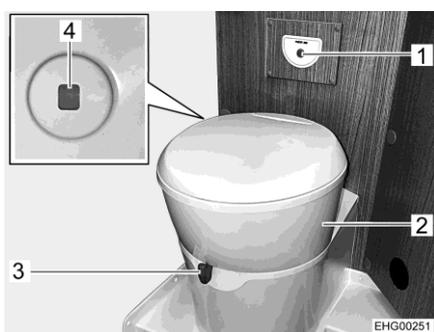

Fig. 77 Toilette
La tazza del WC può essere orientata nella posizione desiderata. A tale scopo, prendere con entrambe le mani la parte superiore (Fig. 77,2) della toilette e ruotare.
La centralina di controllo con il pulsante dello sciacquone (Fig. 77,1) è posizionata vicino alla tazza del WC.
- Prima di tirare l'acqua, aprire il cursore della toilette. A tal fine girare la leva del cursore (Fig. 77,3) in senso antiorario.
- Per sciacquare premere il pulsante blu (Fig. 77,1).
Il colore dell'indicatore di livello (Fig. 77,4) passa da verde a rosso quando è necessario svuotare il serbatoio fecale.